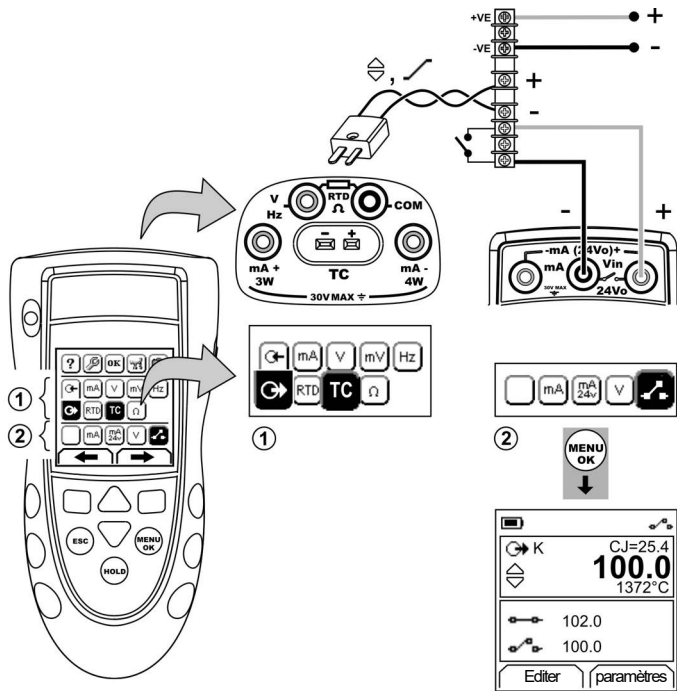

Figure 12 : Exemple de configuration - test de contact
1. Raccordez l'instrument (Figure 12) et, si nécessaire, réglez le menu *Config.* (Tableau 1).